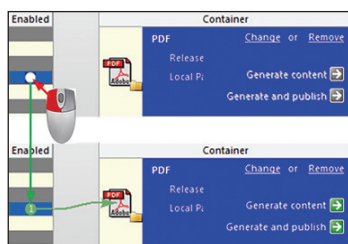

Рис. 23. Указания на задания, которые должен выводить контейнер
- После того, как задание и контейнер настроены, необходимо указать, что и каким контейнером выводить. Для этого в области *Output Containers* выберем наш контейнер, а потом щелчком левой клавишей мыши в строке задания на ячейке *Enabled*. В результате, появится стрелка, идущая от нашего задания к контейнеру (рис. 23).